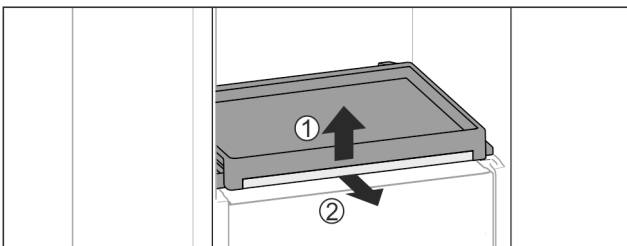

Fig. 42
- ▶ Uitschuifplateau met glasplaat eruit halen: Glasplaat aan de voorkant licht omhoog tillen Fig. 42 (1) en vanaf de voorkant eruit trekken Fig. 42 (2).